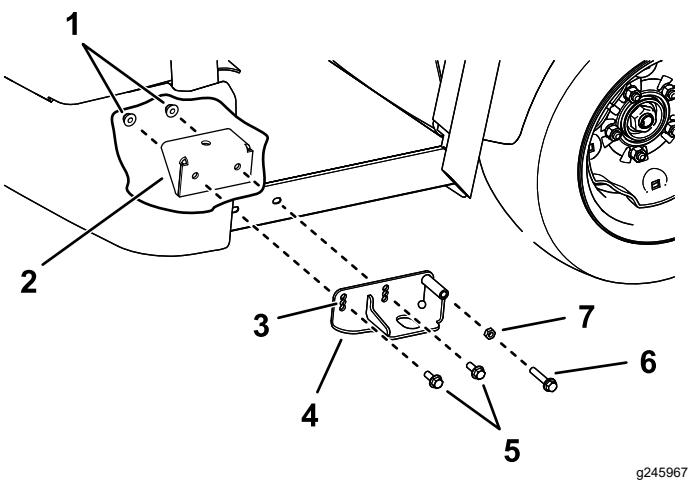

Figura 26
3. Montate il gruppo del supporto sinistro e destro sulle staffe anteriori di montaggio della cabina servendovi di 2 bulloni flangiati a testa esagonale ($\frac{3}{8}$ x 1") e 2 dadi flangiati ($\frac{3}{8}$ ") su ciascun lato (Figura 26).
4. Montate il bullone di regolazione ($\frac{3}{8}$ " x 2") e il dado esagonale ($\frac{3}{8}$ ") nel gruppo del supporto sinistro e destro su ciascun lato della macchina (Figura 26).
Servitevi del bullone di regolazione (Figura 26) per centrare la cabina.